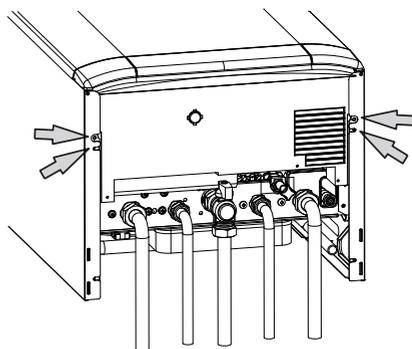

Fig. 5.16
- Svitare le sei viti indicate in Fig. 5.16 .